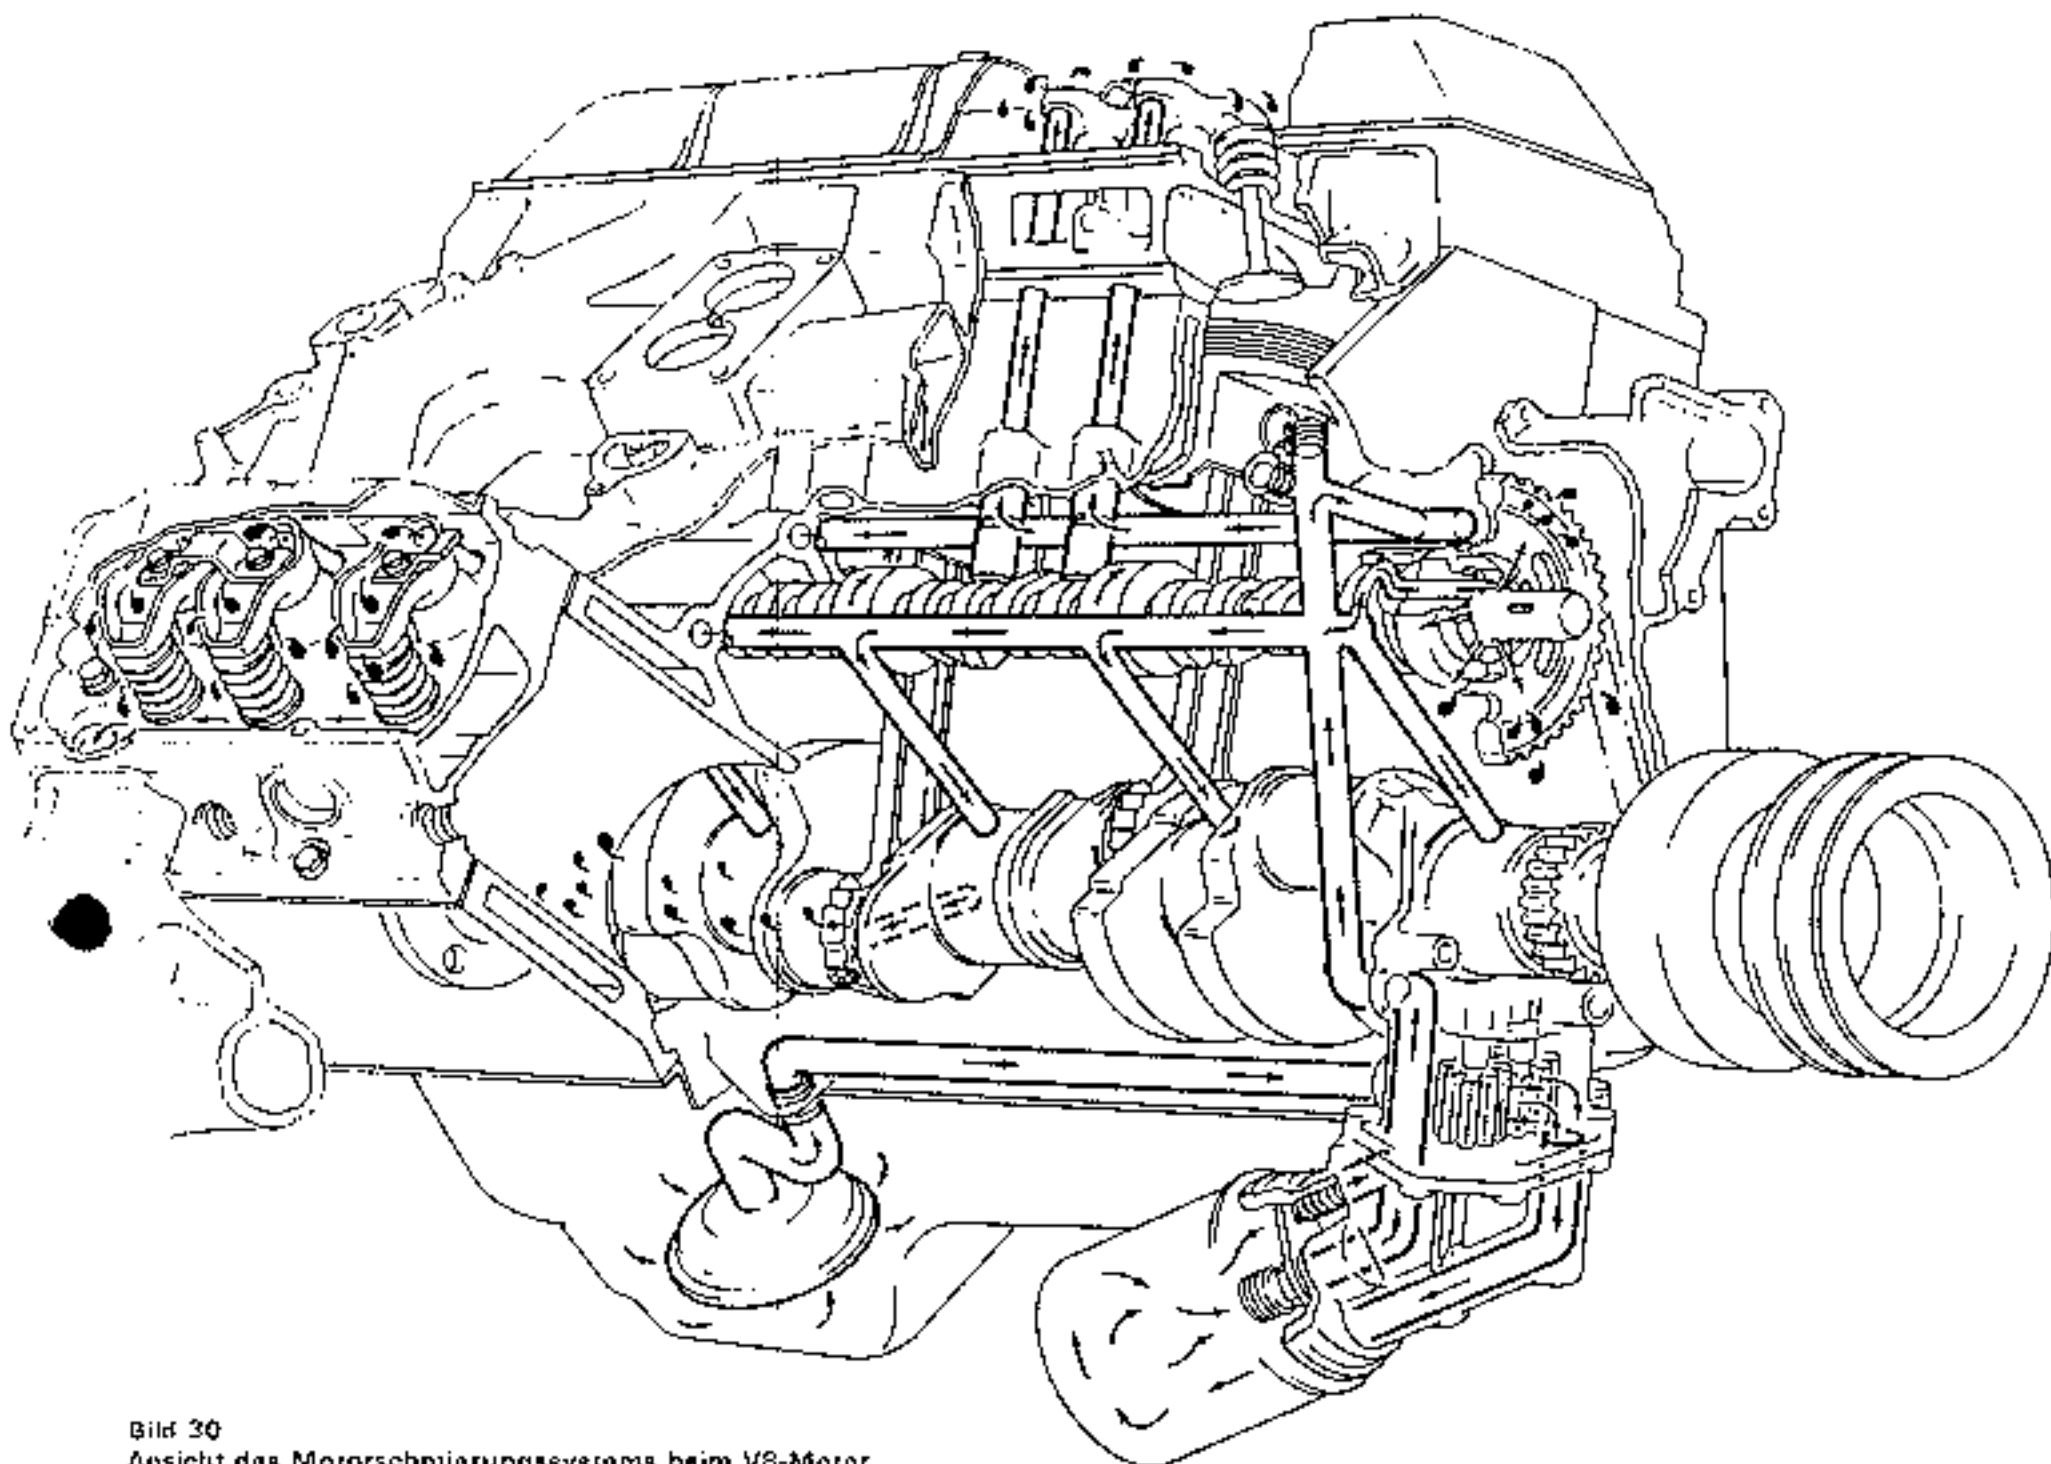

Bild 30
*Achtzylindermotoren:* Bei diesem Motor befindet sich die Ölpumpe im Steuerdeckel. Bei der Pumpe handelt es sich ebenfalls um eine Zahnradpumpe, die vom Antriebsrad des Zündvertellers angetrieben wird. Bild 30 zeigt eine Ansicht des Schmierungssystems für diese Motoren.